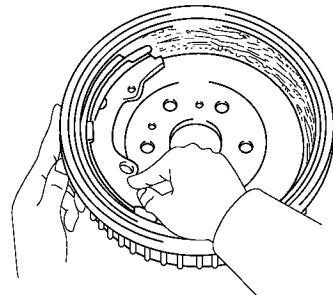

图 15-62 检查制动衬片和鼓的接触是否正常
(4) 检查制动衬片和鼓的接触是否正常，如图 15-62 所示。